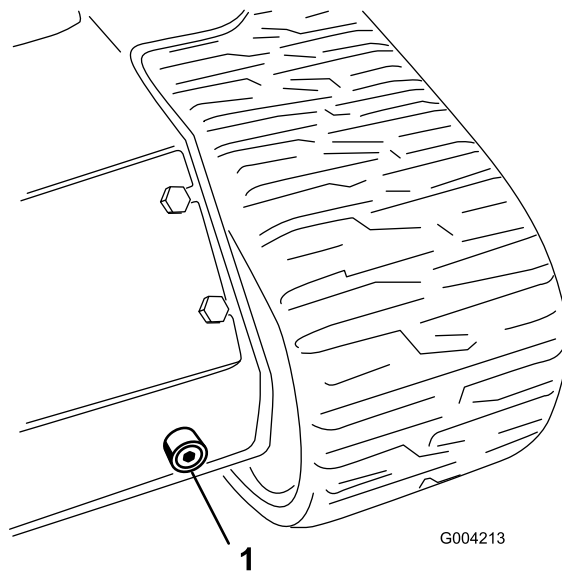

Figura 55
6. Collocare una bacinella di spurgo grande (capacità 56,8 litri) sotto il tappo di spurgo, nella parte anteriore del trattore (Figura 55).
7. Togliere il tappo di spurgo e lasciare defluire l'olio nella bacinella (Figura 55).